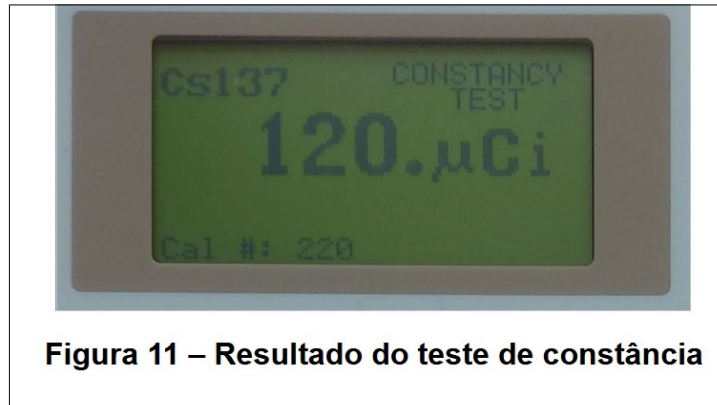

Figura 11 – Resultado do teste de constância
17. Manter a fonte de Cs-137 dentro da câmara e pressionar ENTER. Será exibida a frase LEAVE SOURCE IN FOR CONSTANCY TEST, pressionar ENTER para fazer o teste de constância. Aguardar a exibição do valor na tela, conforme a Figura 11, e anotar o resultado na planilha;